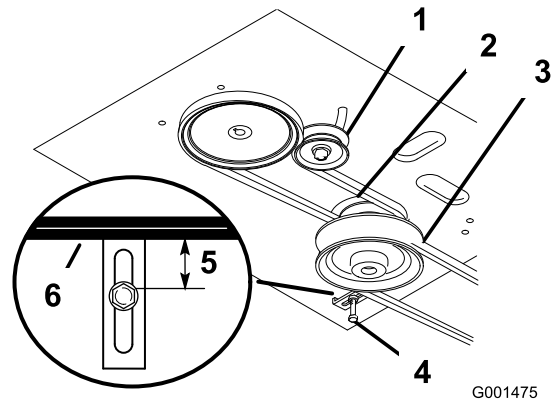

Figura 46
8. Compruebe que la guía de la correa, situada debajo del bastidor del motor, está ajustada correctamente (Figura 46).
Nota: La distancia entre la guía de la correa y la correa del cortacésped debe ser de 19 mm ($\frac{3}{4}$ ") cuando la correa del cortacésped está engranada (Figura 46). Ajuste la correa del cortacésped si es necesario. La correa no debe rozar ni salirse de la polea si las guías y la tensión de la correa están correctamente ajustadas.